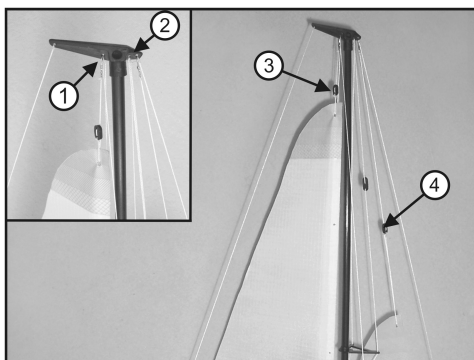

Figura 8
- Agganciare la fune di tensione della randa alla „testata“ dell'albero come mostrato nella Figura 8, Pos. 1.
- Agganciare la fune di tensione della vela di prua alla testata dell'albero come mostrato nella Figura 8, Pos. 2.